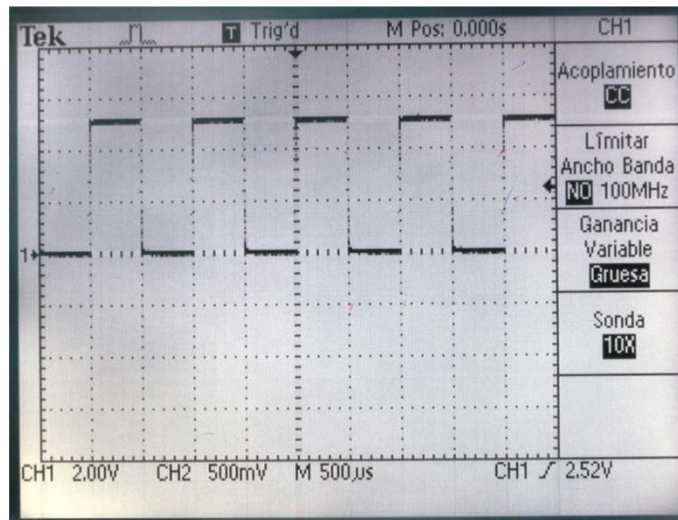

Figura 15
2.- Retire la sonda del canal 2 si estuviera conectada al osciloscopio. Busque en el panel frontal del osciloscopio el botón **AUTOCONFIGURAR** y púlselo. En pocos segundos se podrá ver en la pantalla del osciloscopio una señal cuadrada de 5 V de pico a pico y una frecuencia de 1 kHz, como puede verse en la figura 15. Si esto no ocurre, es posible que la sonda esté averiada.